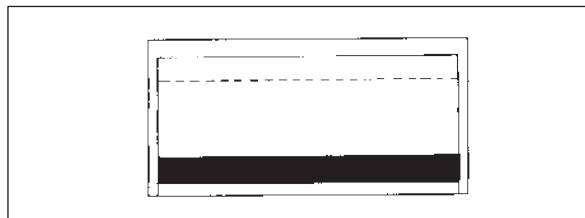

Fig. 20
2. Rimettere il liner sull'adesivo, tenendo esposto circa 2-5 cm di adesivo. Fig. 20